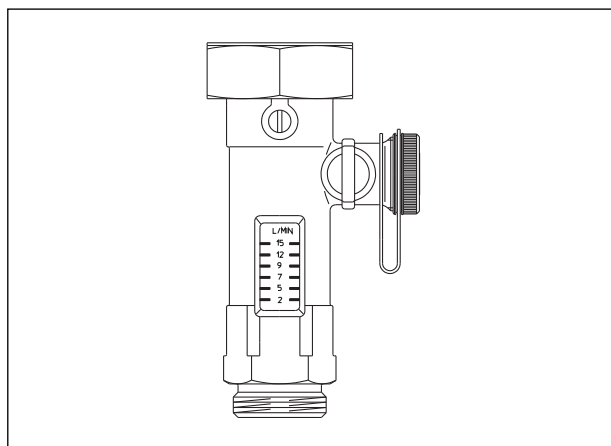

Fig. 5: Débitmètre, réf. OV 136 41 60/61/62
- Débitmètre avec dispositif de mesure et de réglage pour le réglage du débit (voir fig. 5)